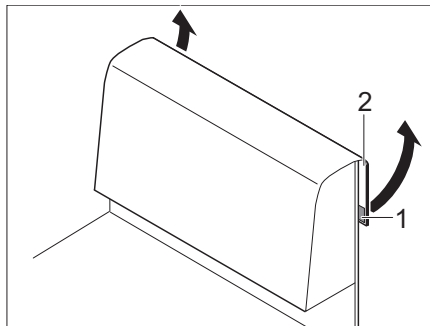

Bild 71 Rückenpolster
- Klettverbindung (Bild 71,1) am Stoffüberschlag (Bild 71,2) hinten lösen.
- Stoffüberschlag (Bild 71,2) nach oben abziehen.